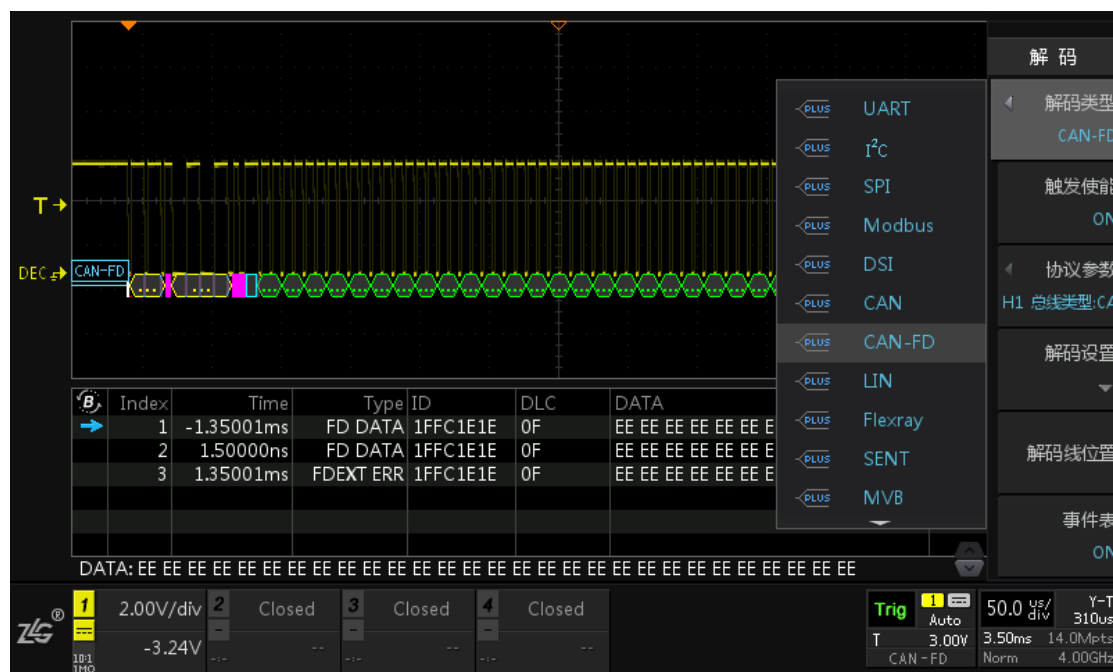

图 15.19 CAN-FD 解码类型选择
- 4、点击【解码类型】旋转旋钮 A 选中协议，短按旋钮 A 即可将设置为 CAN-FD，点击【协议触发】为 “ON”（当对协议进行触发设置后，此处固定为 ON），此操作其实就是将触发类型设置为 CAN-FD，如图 15.19 所示；